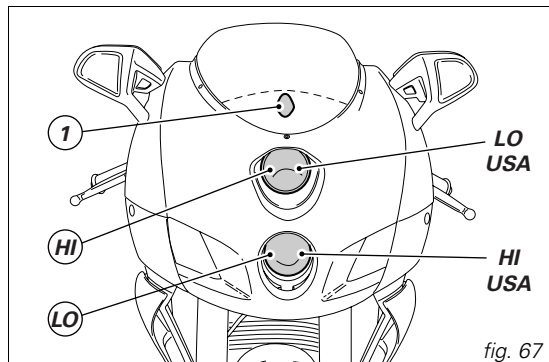

fig. 67
Avant de remplacer une ampoule grillée, assurez-vous la tension et la puissance de l'ampoule neuve correspondent aux valeurs indiquées dans le paragraphe « Circuit électrique » page 92. Vérifier toujours le fonctionnement de l'ampoule neuve avant de reposer les pièces déposées. La figure 67 montre l'emplacement de l'ampoule du feu de croisement (LO), de route (HI) et de position (1).